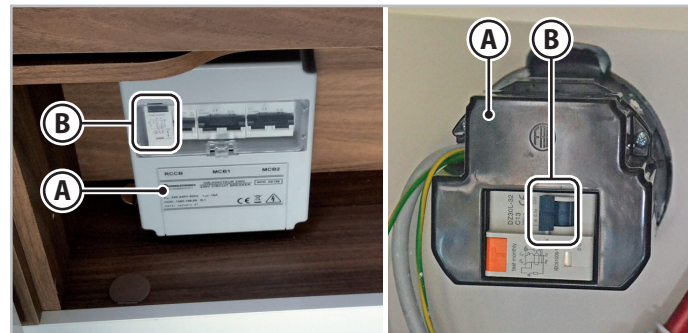

Fig.6.28 - Strømpanel
Køretøjets 220 V (A - Fig.6.28) strømpanel er beskyttet af en topolet termomagnetisk fejlstrømsafbryder (B - Fig.6.28). Stikkontakten er understyret med den tredje jordforbindelsespol som krævet i de gældende bestemmelser.
1. Tryk fejlstrømsafbryderens knapper (**B** - Fig.6.28) nedad.
5. Skub fejlstrømsafbryderens knapper (**B** - Fig.6.28) opad.